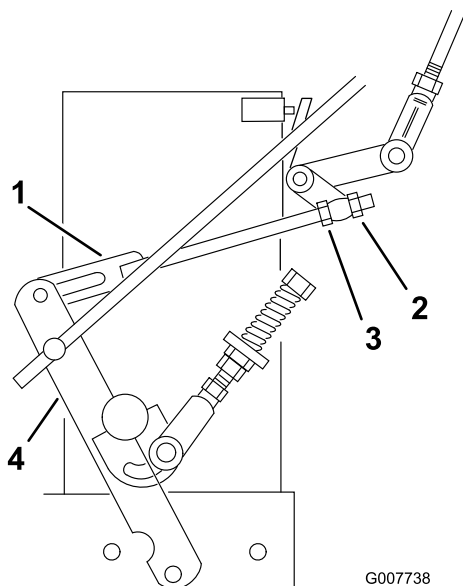

Рисунок 33
8. Ослабьте переднюю регулировочную гайку на левом рычажном механизме управления гидравликой, как показано на Рисунок 33.
9. Поворачивайте левую заднюю регулировочную гайку против часовой стрелки до тех пор, пока колесо не начнет вращаться вперед (Рисунок 33).
10. Поворачивайте заднюю регулировочную гайку по часовой стрелке по 1/4 оборота за раз. Затем переведите рычаг управления скоростью вперед и назад в нейтральное положение. Повторяйте это действие до тех пор, пока левое колесо не прекратит вращаться вперед (Рисунок 33).